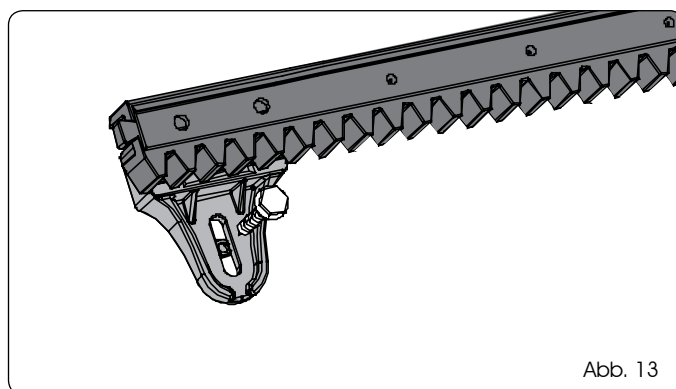

Abb. 13
5.4.3 ZAHNSTANGE AUS NYLON ZUM ANSCHRAUBEN (Abb. 13)